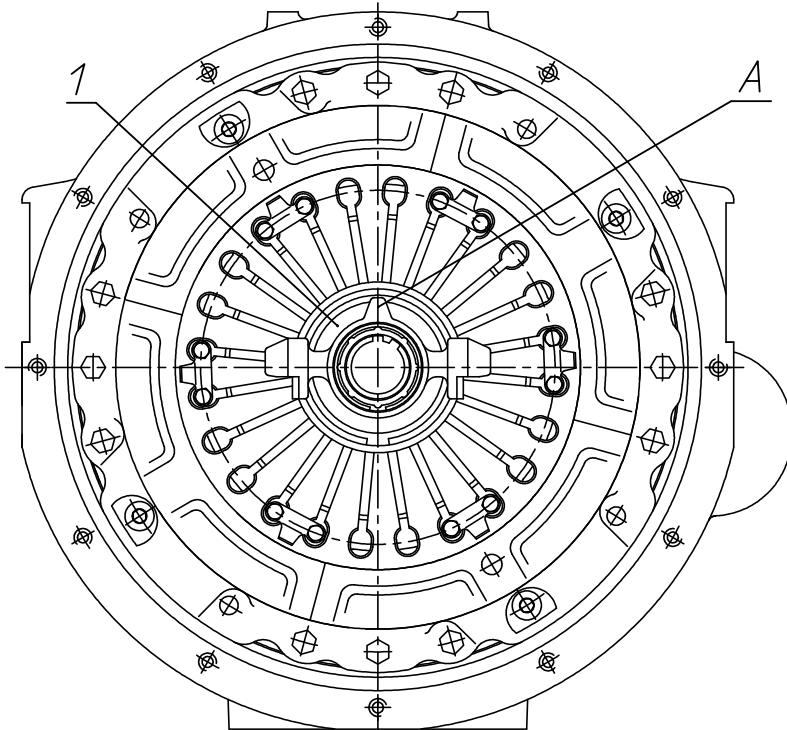

Рис. 28. Положение муфты выключения сцепления
5. С помощью специальной оправки, установленной на центрирующую оправку ведомого диска, сцентрировать муфту выключения сцепления 1 и развернуть её, как показано на рис. 28 (положение выступа А). Допускается угловое отклонение установки выступа А не более 10°.